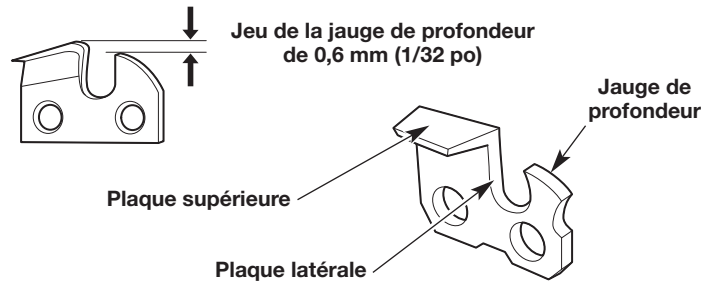

Fig. 31
- Maintenez la lime de niveau avec la plaque supérieure de l'élément de coupe (Fig. 31). Ne laissez pas la lime pencher ou basculer. Utilisez une pression légère, mais ferme.